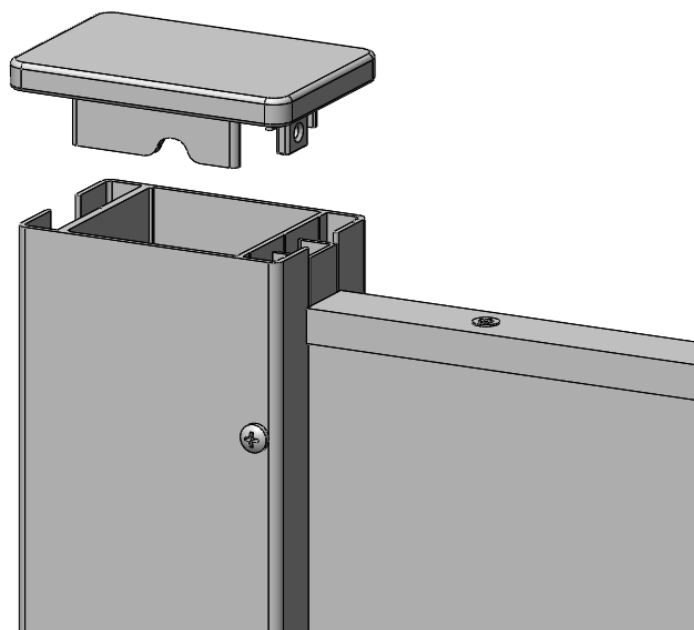

Figure 21
- Insérer les bouchons sur les poteaux en respectant le sens (figure 21).